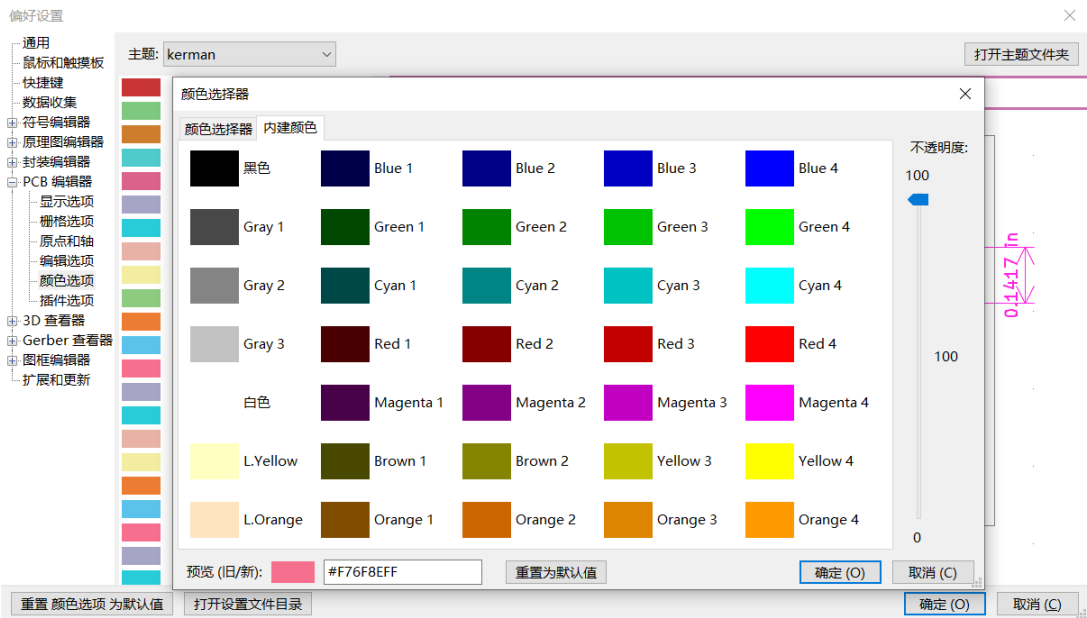

图 6-15 层的颜色设置
为了便于层的快速识别，可以对不同的层设置不同的颜色。执行菜单栏“设置 (P)” → “偏好设置”命令，或直接使用快捷键“Ctrl+, ”在弹出的偏好设置对话框中选择颜色选项，新建一个主题，在新建的主题中单击层名称前面的颜色图标即可设置层的颜色，如图 6-15 所示。